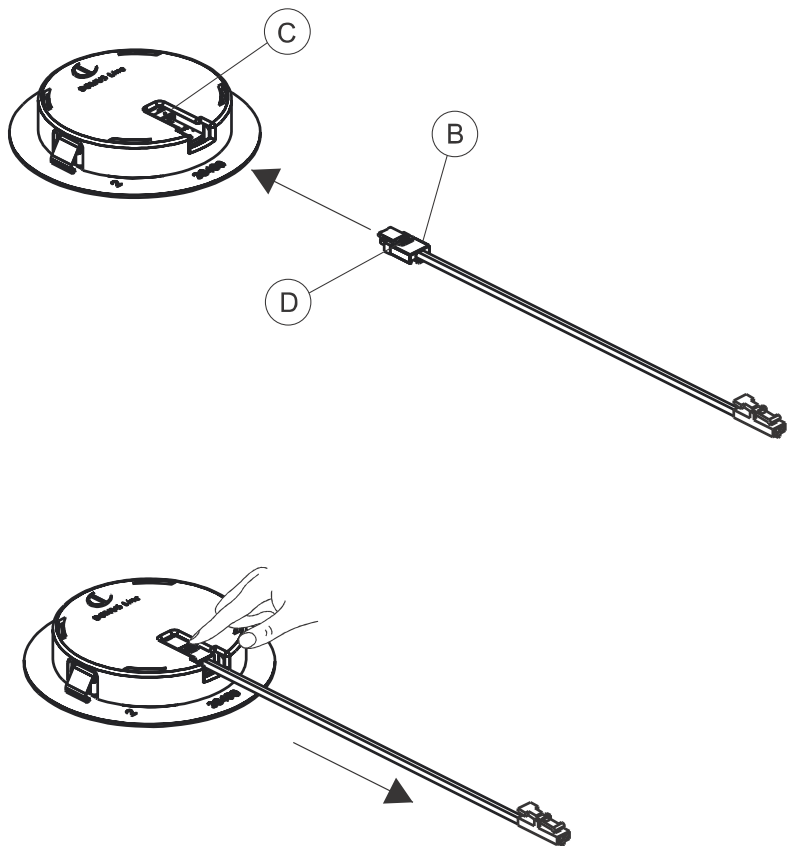

Fig 5
- **PASSEPARTOUT 2.0** verziójú készülékek esetén a lámpatest és a bekötő kábel csatlakozása oldható Lásd Fig. 5. Győződjön meg róla, hogy a biztonsági retesz (D) minden lámpa esetében megfelelően zár.